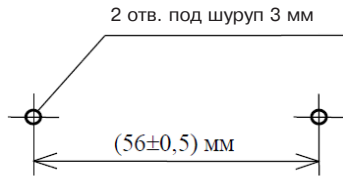
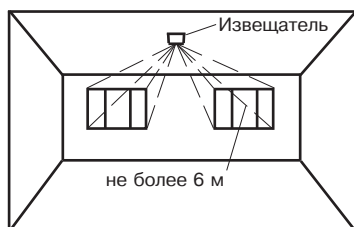
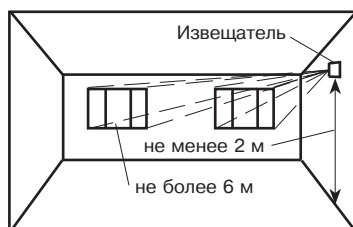
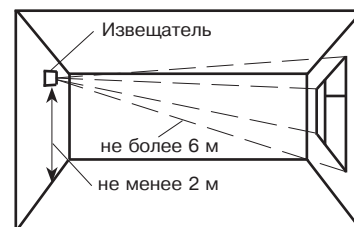

Рисунок 1
Рисунок 5 – Установка извещателя на потолке
Рисунок 6 – Установка извещателя на боковой стене
Рисунок 7 – Установка извещателя на противоположной стене
Примеры установки извещателя показаны на рис. 5–10, разметка для крепления – на рис. 1.
- допускается установка извещателя на любой из боковых (рис. 6) или противоположной (рис. 7) стене, а также на потолок помещения (рис. 5 и 8) или в простенке между охраняемым стеклом и занавесями (рис. 9);